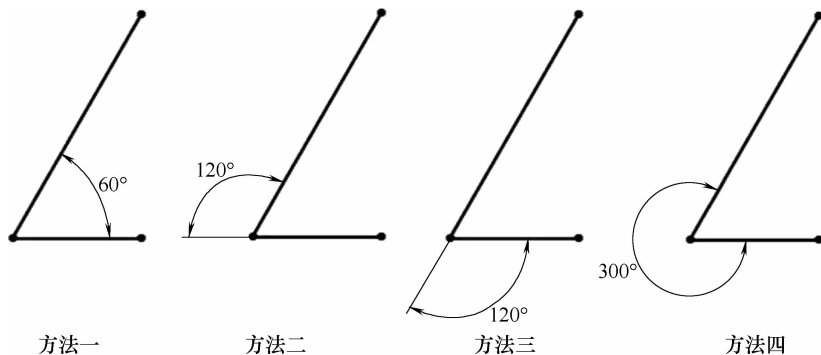

图 2-60 角度的四种标注方法
- 5) 单击按钮 , 完成该角度尺寸的标注, 如图 2-60 所示。